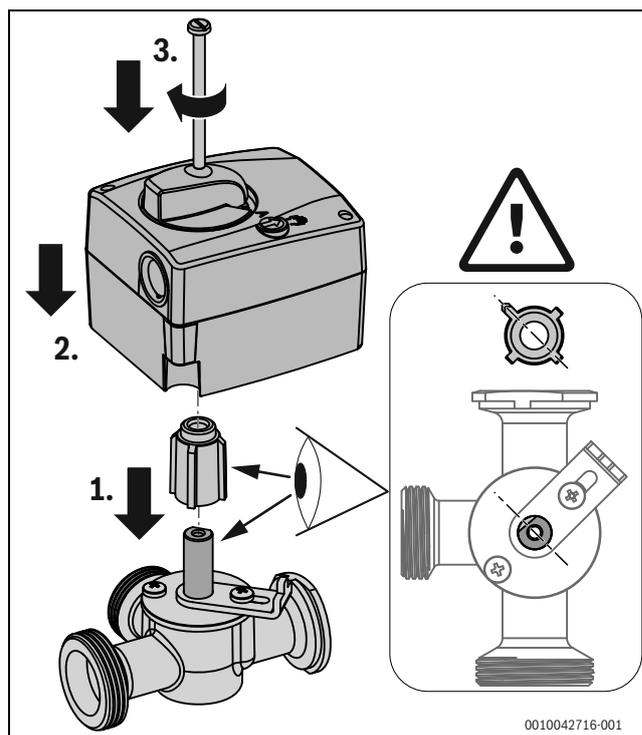

Fig. 34 Monter le servomoteur de vanne mélangeuse
- ▶ Monter le nouveau moteur avec la douille d'entraînement sur la vanne mélangeuse dans l'ordre indiqué (→ fig. 34).